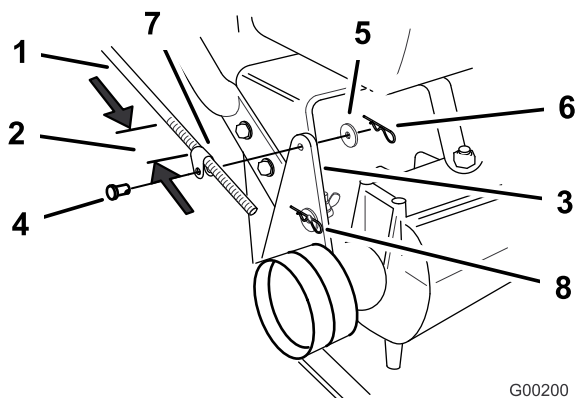

Figura 9
- Asegúrese de que los acoplamientos de la varilla están enroscados la misma distancia en cada varilla de control. Los acoplamientos de la varilla deben estar a aproximadamente 89 mm (3-1/2 pulg.) desde el inicio de las roscas en la posición más baja de los manillares (Figura 9).
- Deslice los pasadores por los acoplamientos y los taladros de montaje en los soportes de la polea tensora (desde fuera) (Figura 9). Fije con arandelas y pasadores de horquilla (Figura 9).